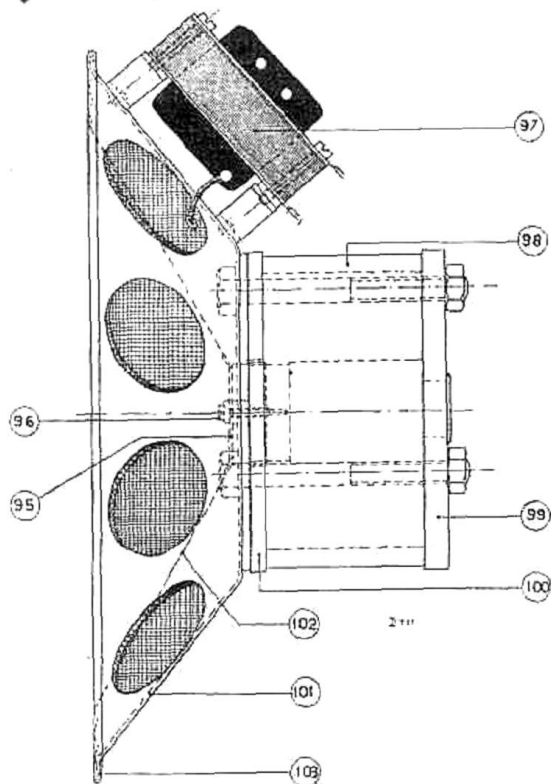

Fig. 9
- la plaque d'avant et celle d'arrière (fig. 9, repère 99 et 100) ne soient en aucun cas retirées de l'aimant, ceci pourrait occasionner son affaiblissement.